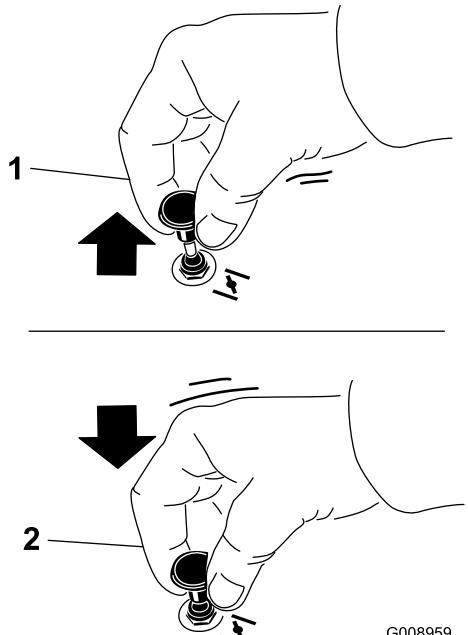

Figure 15
- Tirez sur le bouton de starter pour engager le starter avant d'utiliser le commutateur d'allumage (Figure 15).
- Poussez sur le bouton pour désengager le starter lorsque le moteur a démarré (Figure 15).